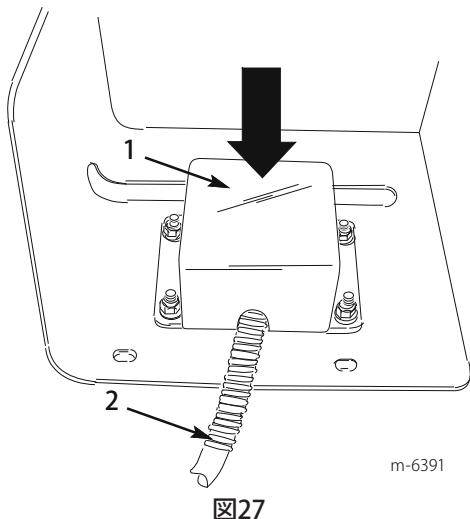

図27
15. スイッチとワイヤを覆うようにスイッチ・ワイヤ・カバーを取り付け(図27)、フランジ・ボルト(1/4 x 3/4 インチ)4本とフランジ・ナット(1/4 インチ)4個で固定する。